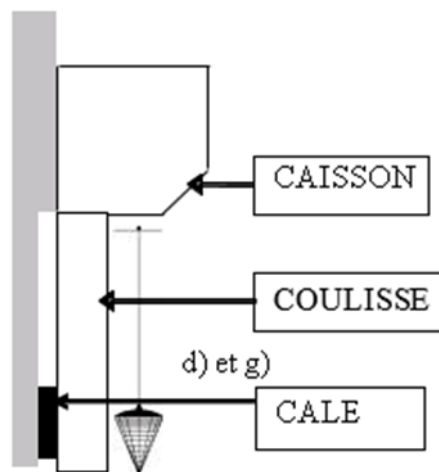

Figure 2
- d. Vérifier l'aplomb frontal de la coulisse de droite (Figure 2) et la caler si besoin
- g. Vérifier l'aplomb frontal de la coulisse de gauche (Figure 2) et le repérer par traçage, caler si besoin